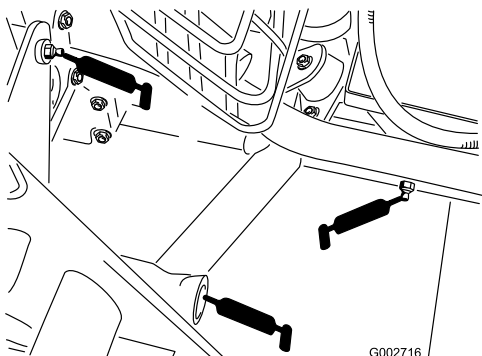

Рисунок 21
- Задняя навеска (5 шт.) (Рисунок 21)